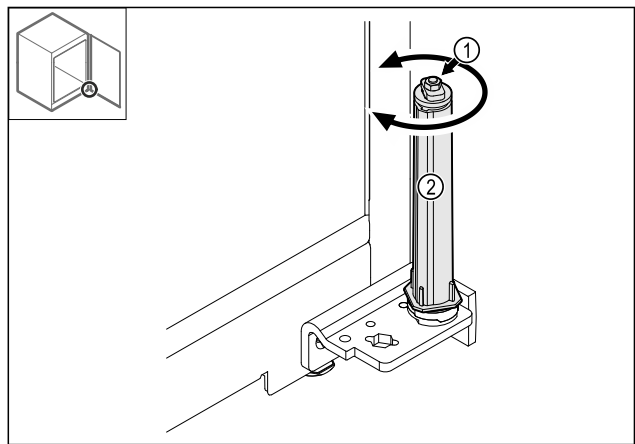

Fig. 40
- Älä pura sulkujärjestelmän ruuviliitosta Fig. 40 (1) osiin.
- Käännä sulkujärjestelmää Fig. 40 (2), kunnes se naksahtaa.